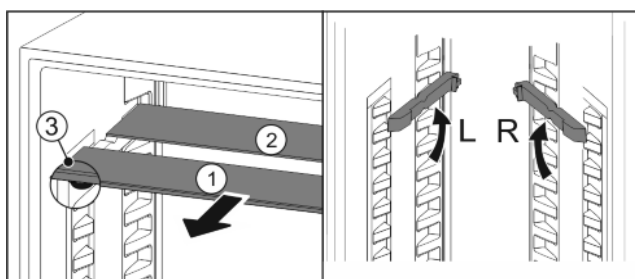

Fig. 17
- Glasplatten einzeln nach vorne herausziehen Fig. 17 (1).
- ▷ Glasplatte Fig. 17 (1) mit den Auszugsstopps liegt vorne.
- ▷ Stopps zeigen nach unten Fig. 17 (3).